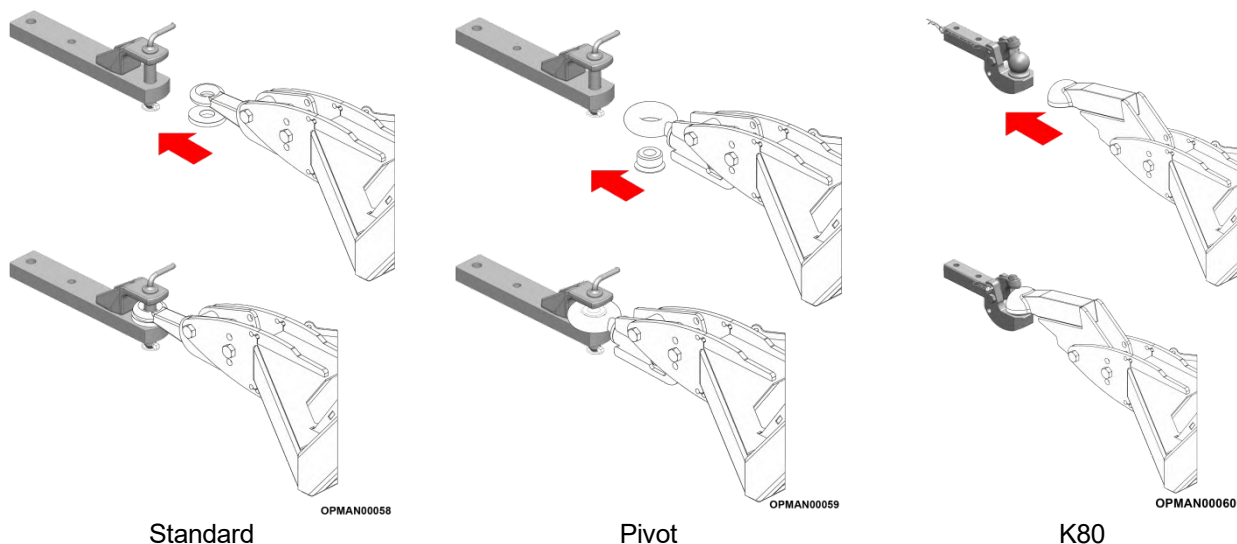

Figure 4.7 – Options d’anneau de remorquage pour Tuffcut
4.4.2.6 Si la tondeuse rotative est équipée d'un anneau de remorquage standard ou à pivotant, des plaques d'usure doivent être placées entre l'anneau de remorquage et la chape d'attelage ; voir la Figure 4.7.